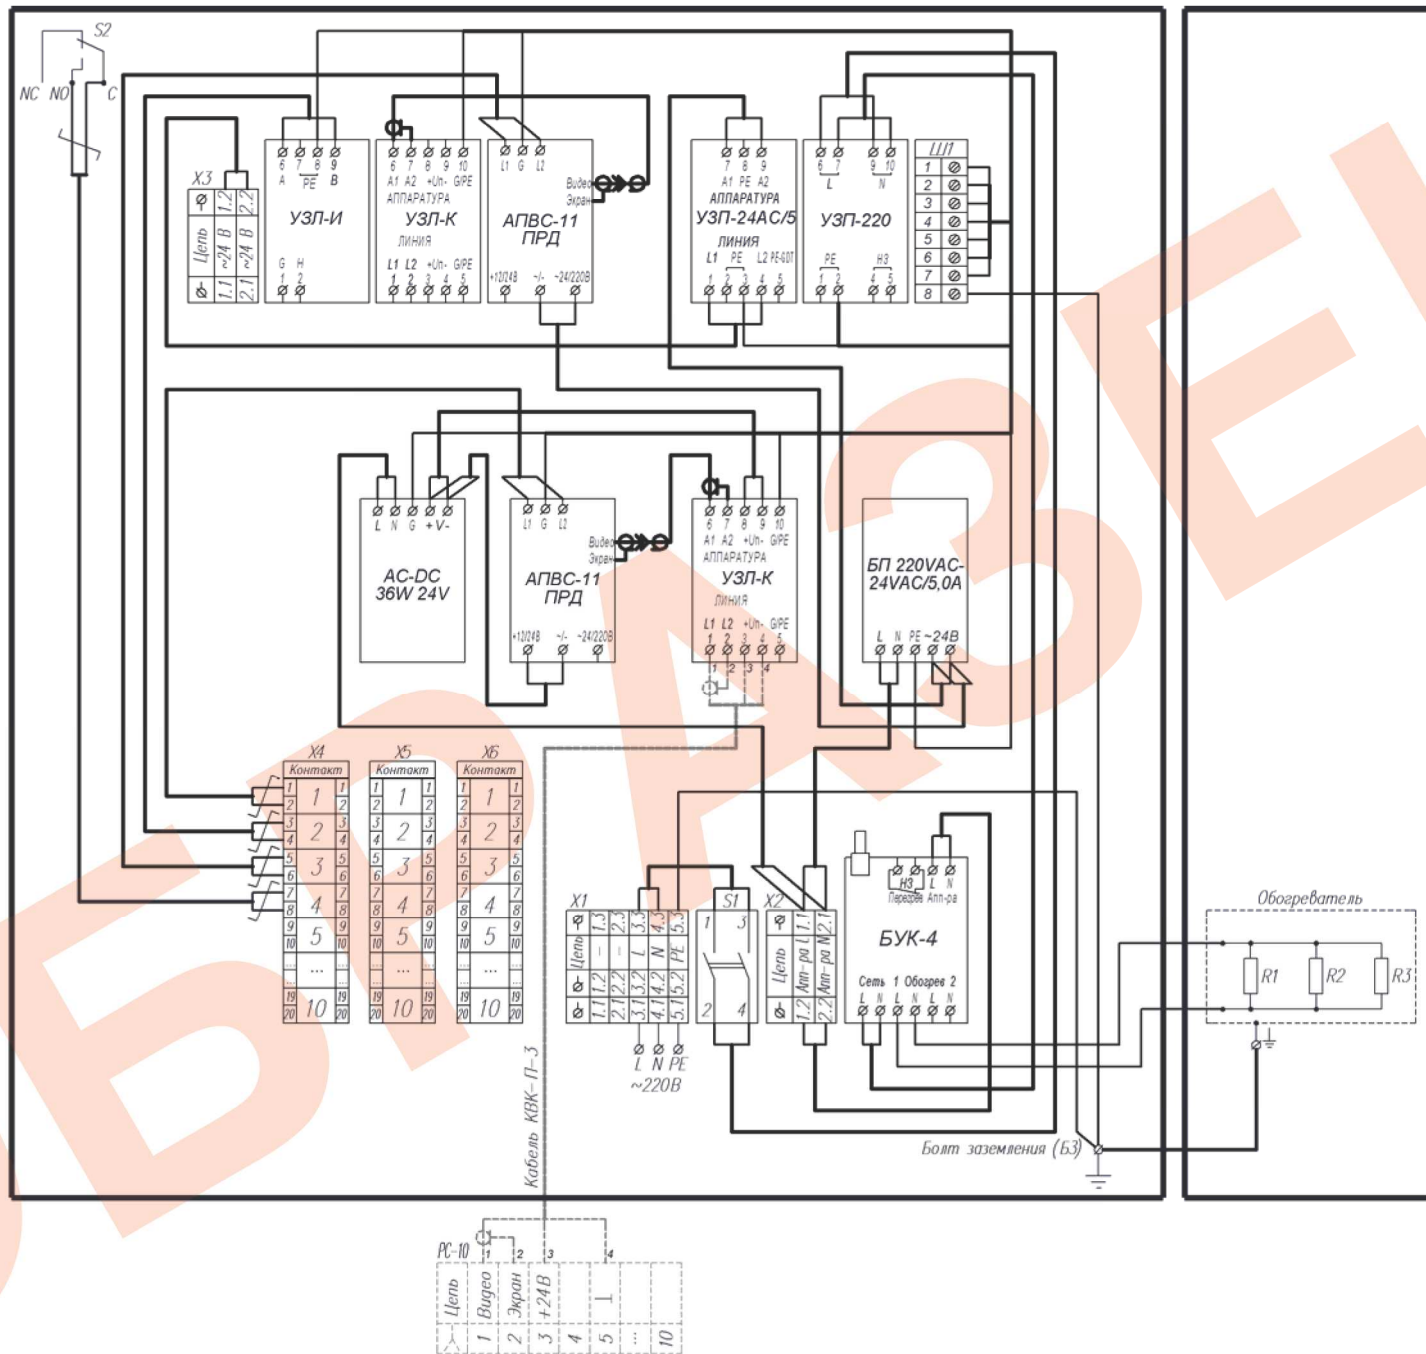

Рис. 1 Схема электрическая принципиальная
Подключение цепей термошкафа производится в соответствии со схемой электрической принципиальной (рис.1). Для подключения необходимо:
- подключить кабель питания ТКП к клеммам X3 (рис.1);